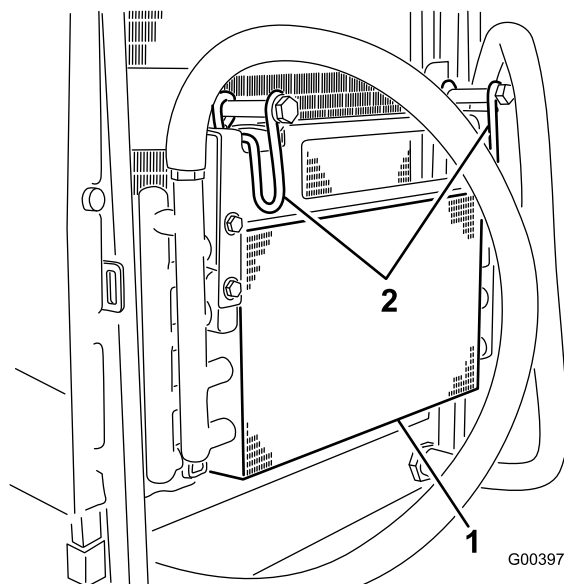

Figure 64
5. Pivotez les verrous vers l'intérieur pour dégager le refroidisseur d'huile (Figure 64).